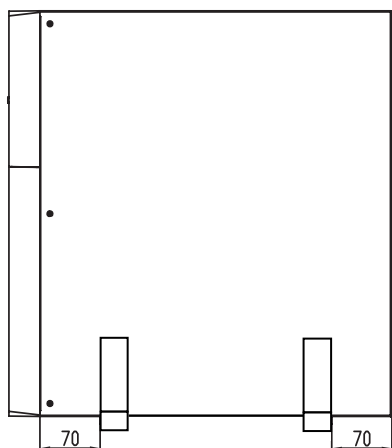

Fig. 4. Montage vertical -type tour-.
- Placez l'onduleur entre les deux bases à une distance de 70 mm de chaque extrémité (voir la Fig. 4).